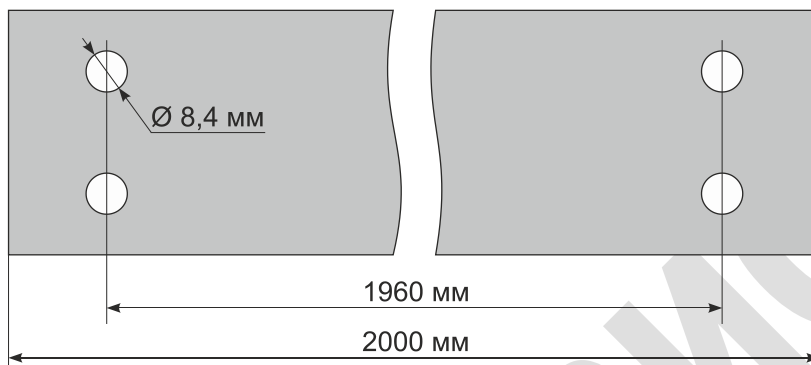

Рисунок 3 – Полоса заземления
1.2.9 По требованию заказчика КИП с УЗЗ могут комплектоваться горизонтальным заземлением. Горизонтальное заземление собирается из стальных оцинкованных полос 5x50 мм длиной 2,0 м (рисунок 3). На концах полос имеются отверстия, межосевое расстояние 1,96 м. Между собой полосы соединяются болтовым соединением (М8). Заземление подключается к УЗЗ кабелем из комплекта поставки заземления (ВБбШнг2x10 или аналогичный длиной 7 м с наконечниками 10-8-5-М-Т2). Расчет длины горизонтального заземления (количества полос) приведен в приложении А.